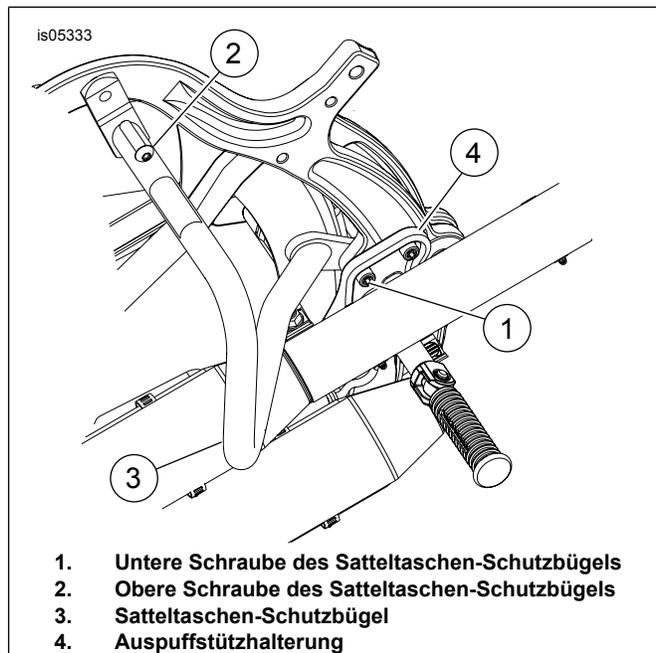
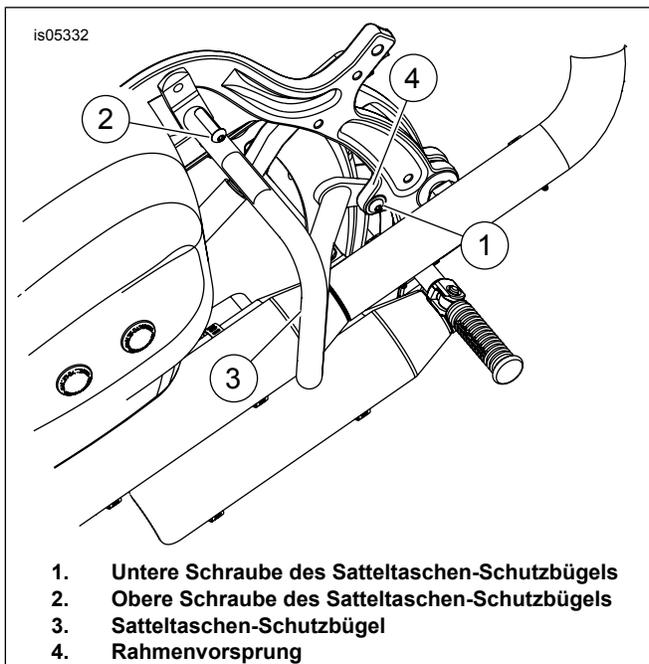

Abbildung 5. Satteltaschen-Schutzbügel einbauen – rechte Seite dargestellt (2005 Modelle)
Abbildung 6. Satteltaschen-Schutzbügel einbauen – rechte Seite dargestellt (Modelle ab 2007)
5. Siehe Abbildung 5. Die Schalldämpfer soweit verschieben, dass Zugang zur hinteren Schraube möglich ist, mit der die Auspuffbefestigungshalterung am Rahmen befestigt ist. Die Schraube (1) entfernen und entsorgen.
Bei Modellen ab 2007 verfügt der Rahmenvorsprung (4) anstelle einer Schraube über einen Stopfen (siehe Abbildung 6, Teil 1).
Siehe Abbildung 5 oder Abbildung 6.